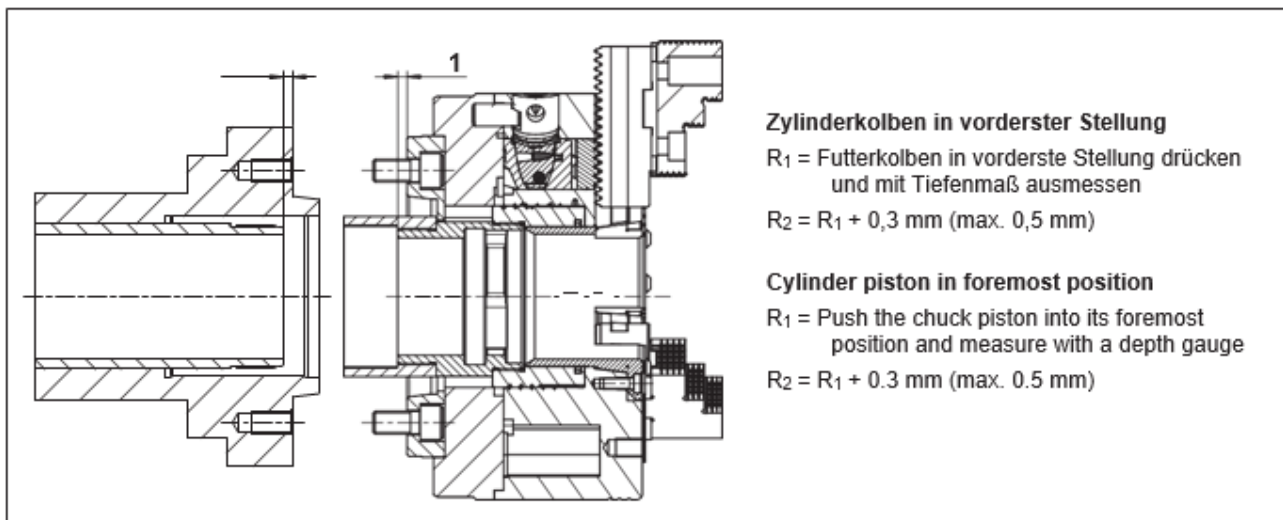

Bild 6.1
- Durch Betätigung des Spannzyinders Zugrohr in Vorderste Stellung fahren (siehe Bild 6.1)
Es muss gewährleistet sein, dass der Kolben in die vorderste 8backenwechsel-) Stellung gebracht werden kann. Dies wird erreicht indem die Maße für den Anbau (Bild 6.1) eingehalten werden.